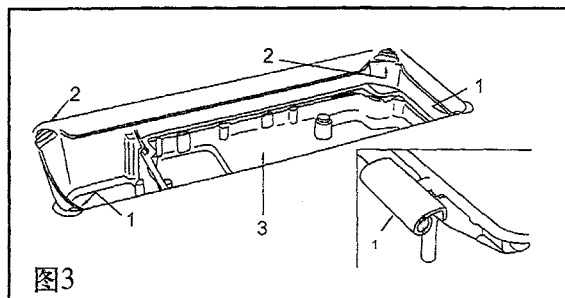
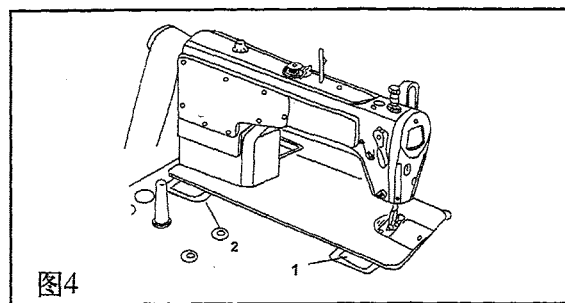

图3
图4
- 3) 将机头连接钩①插入底板销孔内，与台板的机头连接钩座②相嵌合再把机头放到油盘四只角的座垫上。（图3、图4）